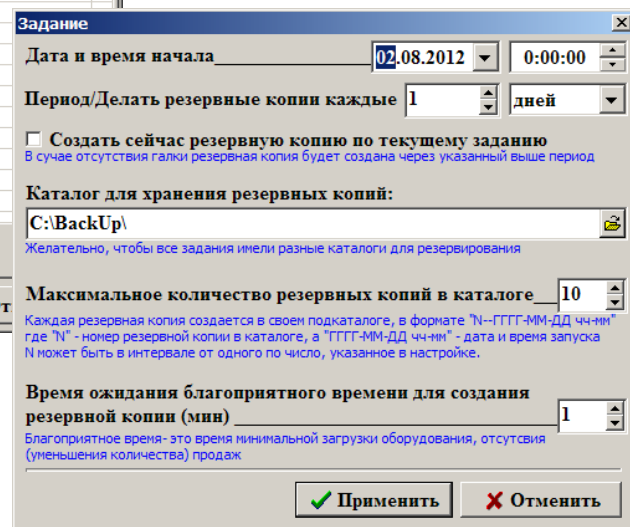

Рис. 75
- Щелкните кнопку «Новое задание». На экране появится окно «Задание» (рис.75), в котором задайте параметры резервирования: дату и время начала резервирования, время, через которое надо повторять резервирование, путь каталога архива, количество копий, задержка (во времени) ожидания появления вызываемого окна из-за процесса резервирования. Для сохранения параметров резервирования щелкните кнопку «ОК».
- Для изменения настроек задания выделите нужное задание и щелкните кнопку «Изменить задание». На экране появится окно «Задание» (рис.75), в котором измените параметры резервирования: Для сохранения измененных параметров резервирования щелкните кнопку «ОК».